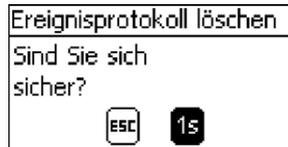

Abb. 16: Dialog Ereignisprotokoll löschen
1. ➡ SET drücken. Abb. 16 erscheint.